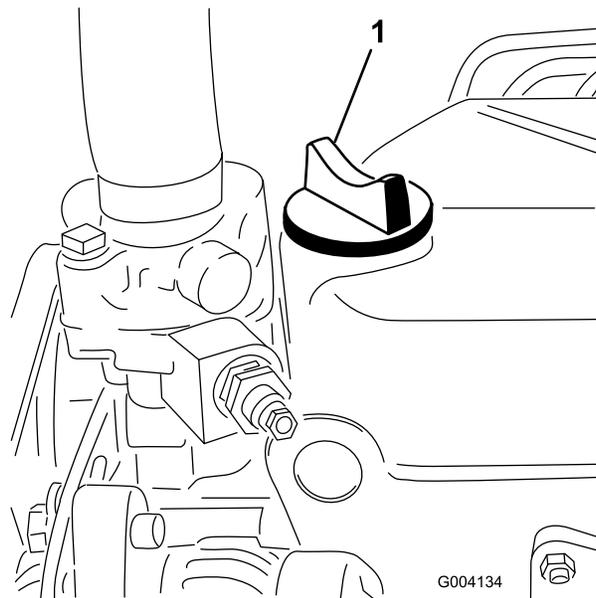

图30
5. 如果油位低于“已满”标记，应取下加油盖（图30），添加机油，直至油位达到量油尺上的“已满”标记。